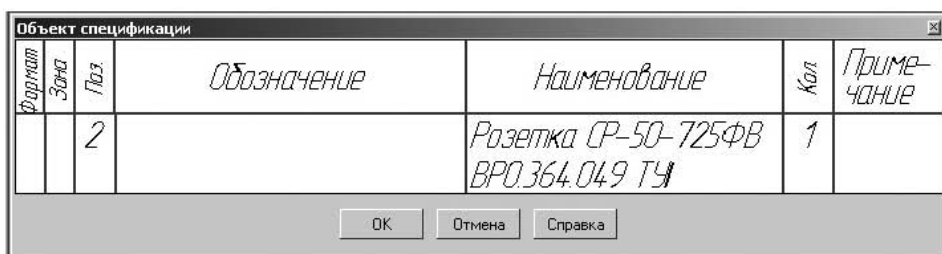

Рис. 3.45. Диалоговое окно Объект спецификации
5. По описанной схеме добавьте в спецификацию информацию о втором объекте спецификации (рис. 3.45).